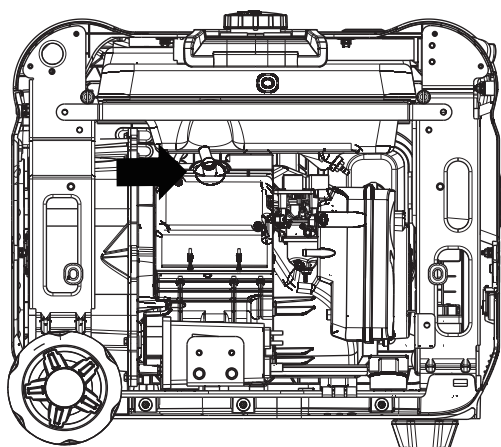

Abbildung 15: Zündkerzenabdeckung abschieben
3. Schieben Sie die Zündkerzenabdeckung vom Gehäuse ab (siehe Abbildung 15).